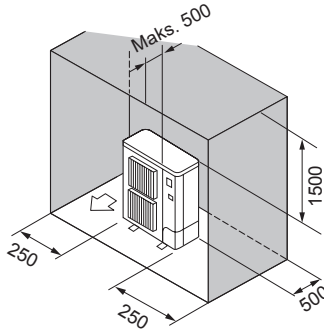

Fig. 2-11
- ⑥ Esteitä vain takana, sivuilla ja yläpuolella (Fig. 2-11)